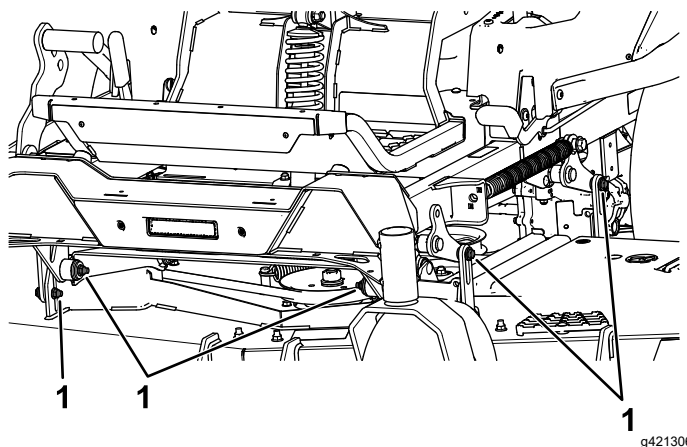

Figura 89
7. Îndepărtați i păstrați uruburile i piulițele de pe ambele laturi ale mainii (**Figura 89**).